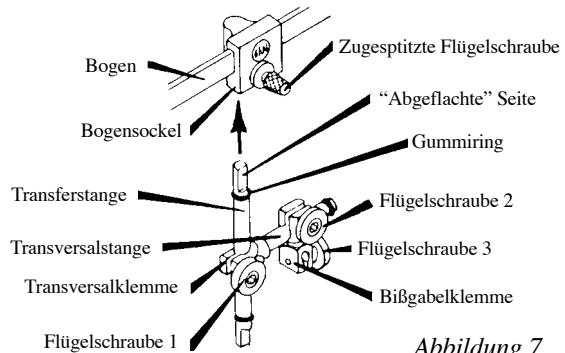

Abbildung 7
3. Die Transferstange in den Bogensockel einsetzen (siehe Abbildung 7). Die abgeflachte Seite auf die Vorderseite ausrichten und bis zum Gummiring einschieben. Die zugespitzte Flügelschraube mit den Fingern gegen die "abgeflachte" Seite der Transferstange anziehen.